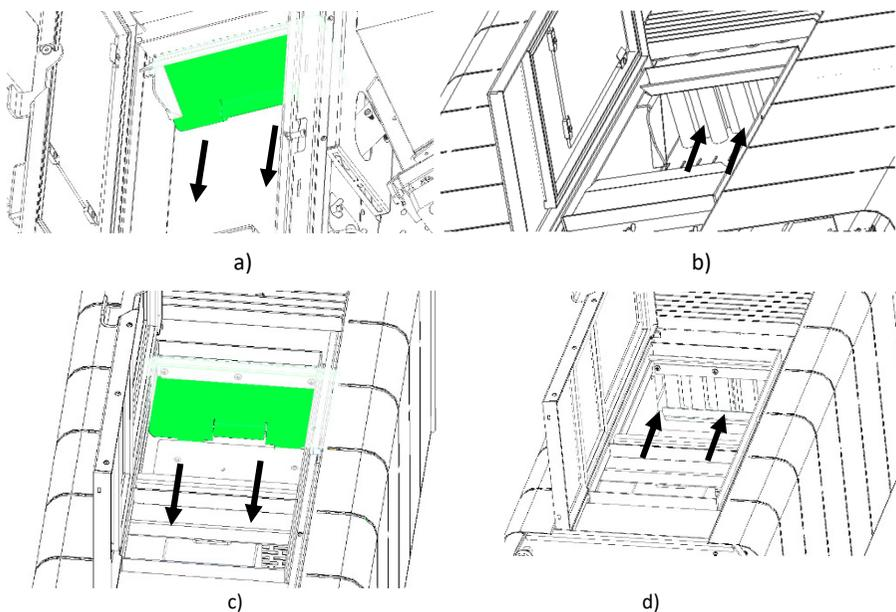

Figure 35 – Enlèvement des plaques déflecteurs et nettoyage de l'échangeur
- Pour retirer la plaque déflectrice, déplacez-la des supports qui la soutiennent, en la retirant par l'arrière des supports (Figure 35-a et 35-c).
- Effectuer le nettoyage en enlevant les cendres, il peut être nécessaire d'utiliser une brosse ou un chiffon pour enlever les cendres qui sont logées dans les tubes et la paroi au-dessus de la plaque déflectrice. (Figure 35-b e 35-d).